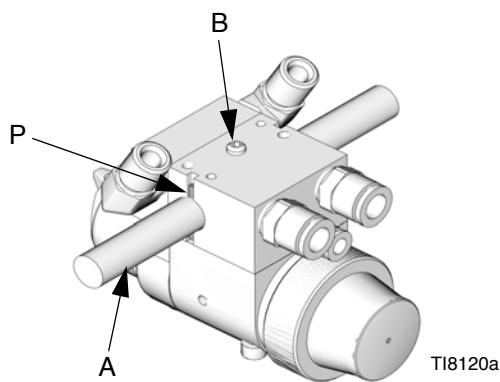

Рис. 3. Монтаж ползуна
1. Вставьте монтажный стержень (A) в отверстие коллектора, как показано на Рис. 3.